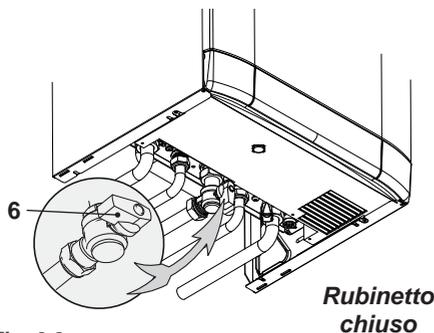

Fig. 6.2
- Richiudere il rubinetto gas 6 in Fig. 6.2 .